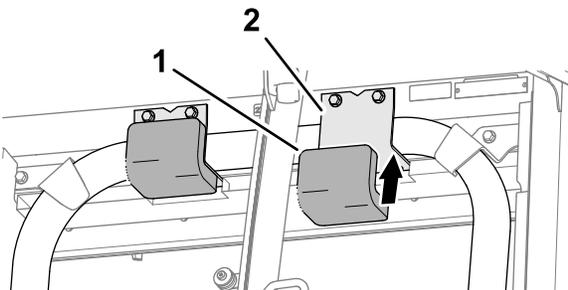

Figura 29
1. Rimuovete la pellicola di protezione e montate i cuscinetti del ROPS sui supporti del ROPS (Figura 29).